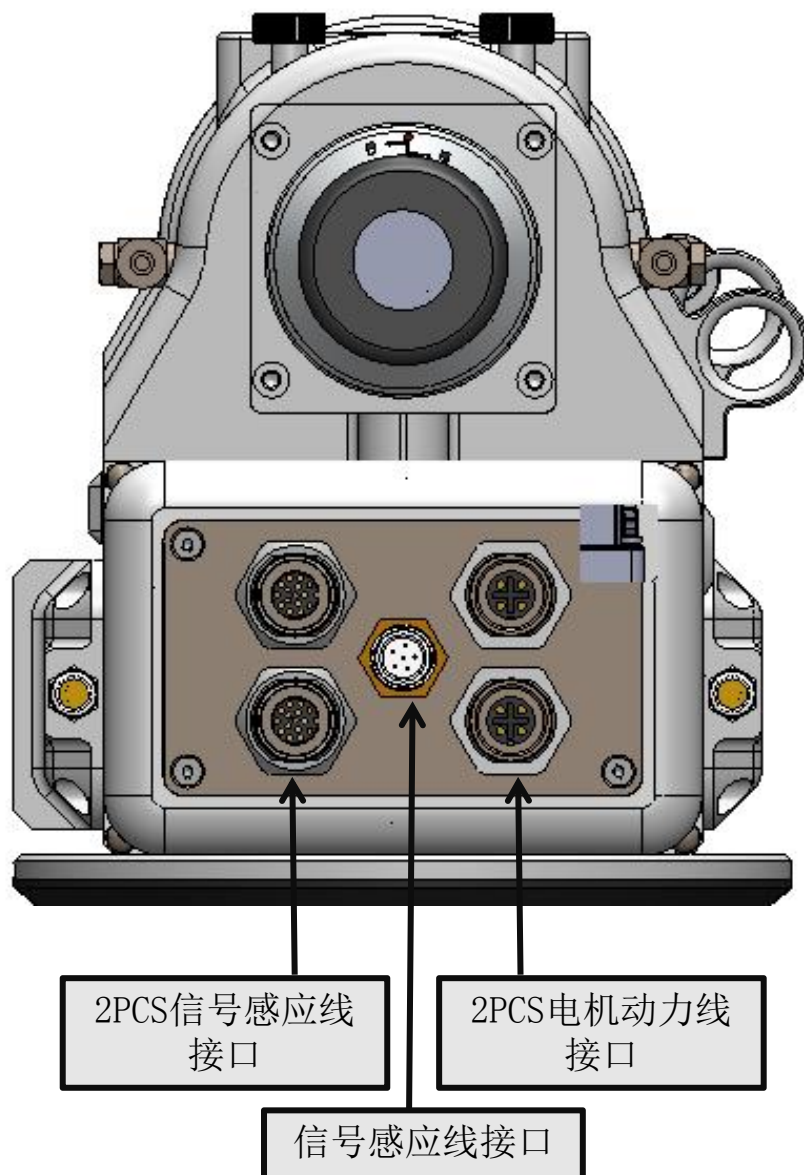

图1.8
- ① 插拔航空插头时断电操作，否则可能烧坏电机，在接动力线与信号线的时候需要注意缺口位置，避免插坏针脚，如下图1.8所示。